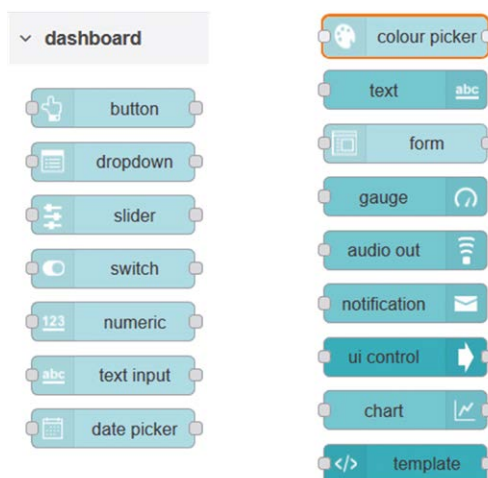

Figure 8.2 Les nœuds du tableau de bord
- Vous verrez de nombreux nouveaux nœuds ajoutés à la palette des nœuds sous le titre **dash- conseil** comme indiqué à la figure 8.2